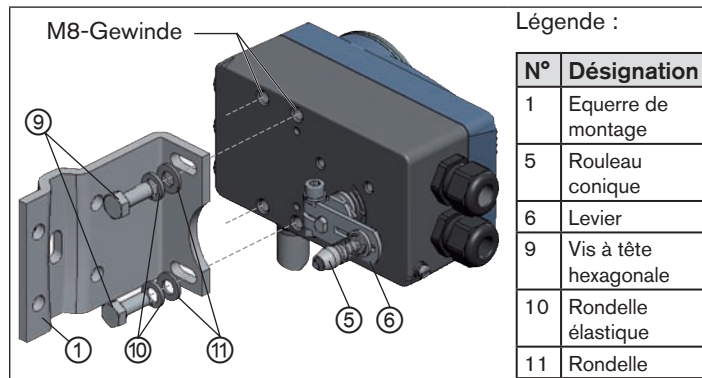

Fig. 9 : Fixer l'équerre de montage
→ Fixer l'équerre de montage ① avec les vis à tête hexagonale ⑨, la rondelle élastique ⑩ et les rondelles ⑪ au dos du type 8792/8793 (voir « Fig. 9 »).
Le rouleau conique ⑤ sur le levier ⑥ du système de mesure de déplacement doit pouvoir se déplacer librement (voir « Fig. 9 ») tout le long de la course sur l'actionneur. Avec une course de 50 %, la position du levier doit être approximativement horizontale (voir « 11.2.3. Aligner le mécanisme du levier »).